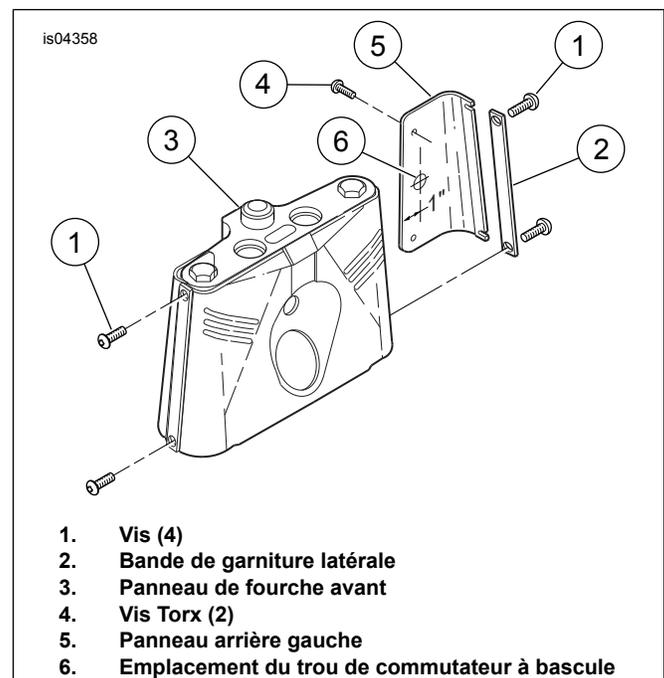
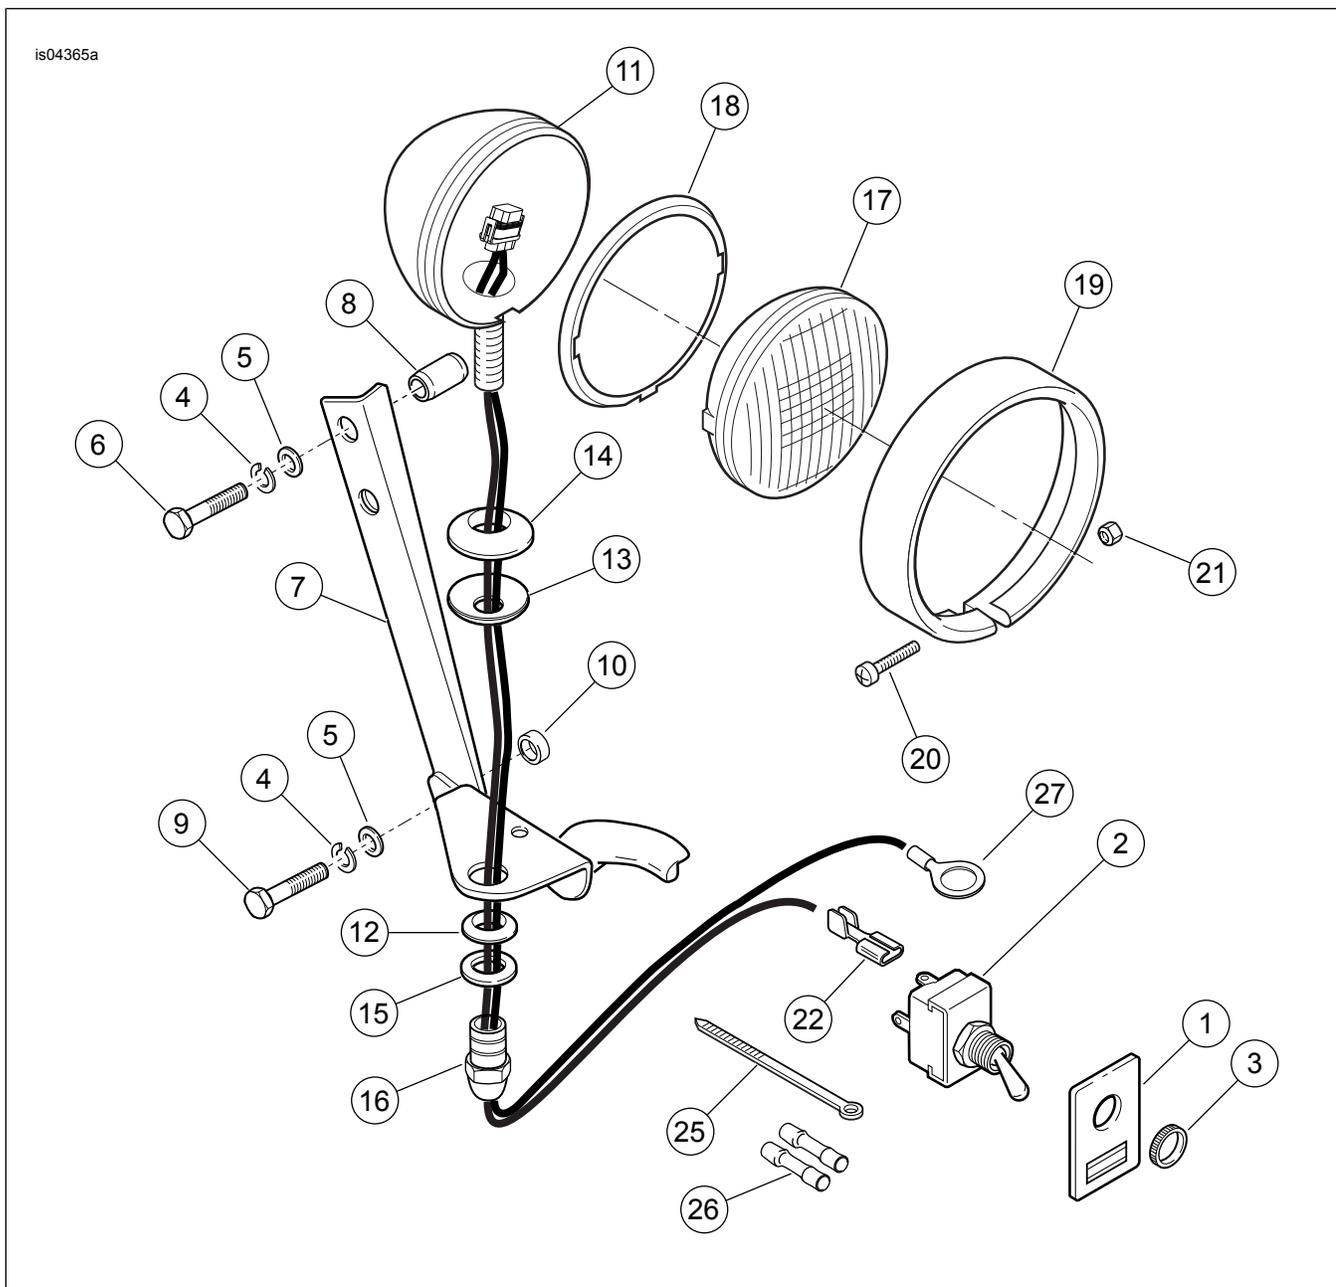

Figure 1. Trou de commutateur à bascule
Figure 6. Pièces de rechange : Kit de feu auxiliaire
Voir Figure 6 et Tableau 1.
1. Voir Figure 1 . Retirer et éliminer les deux vis (1) ainsi que les bandes de garniture latérales (2) de chaque côté du panneau de garniture de fourche (3).
2. Dévisser les vis TORX[®] (4) et retirer le panneau arrière (5) du panneau de garniture de fourche avant. Retirer le bouchon de trou et l'éliminer.
3. Voir Figure 6 . Fixer l'étiquette adhésive (1) autour du trou percé (Figure 1 Figure 1 , élément 6). Installer le commutateur à bascule (2) dans le trou en utilisant l'écrou moleté (3). Mettre le panneau arrière de côté pour le câblage ultérieur.
4. Poser la rondelle-frein (4) et la rondelle (5) sur les deux boulons (6). Introduire les boulons dans les trous supérieurs du support (7) et à travers l'entretoise (8). Les faire passer dans les trous supérieurs du support de fourche et dans le panneau de garniture, puis les visser à la force des doigts.
- Poser la rondelle-frein (4) et la rondelle (5) sur les deux boulons (9). Introduire les boulons dans les trous inférieurs du support (7) et à travers l'entretoise (10). Les faire passer dans les trous inférieurs du support de fourche et dans le panneau de garniture, puis les visser à la force des doigts.
- Fixer le boîtier de feu auxiliaire (11) au support à l'aide des pièces (12 à 16), dans l'ordre indiqué à la Figure 6 .
- Voir Figure 6 . Déconnecter le fil conducteur d'alimentation retenu des fils de phare et attacher le connecteur (3) à la borne restante du commutateur à bascule (2).
- Sertir les deux fils noirs en une extrémité d'épissure bout à bout. Utiliser un petit morceau de câble (23) et le sertir dans l'extrémité opposée de l'épissure bout à bout. Sertir l'extrémité finale dans la borne circulaire (27).
8. Voir Figure 1 . Attacher le panneau latéral gauche (5) au panneau de fourche avant (3), sous le côté gauche du support de feu auxiliaire.
9. Veiller à acheminer les fils de manière qu'ils ne soient pas pincés entre le panneau de garniture et le support de fourche. Utiliser des serre-câbles (25) pour attacher les fils au support de fourche et au châssis de la moto.
6. Voir Figure 6 . Installer les feux auxiliaires (17) et les anneaux de garniture (19).